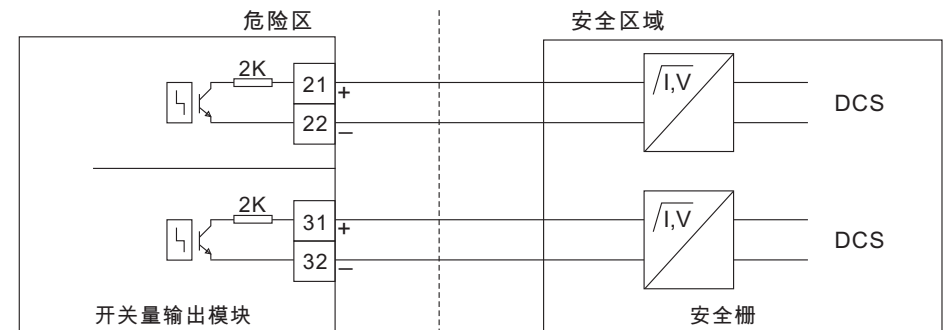

图4-11：开关量输出模块电气连接图
4.4.3.2 开关量输出模块电气连接 (如图4-11所示)